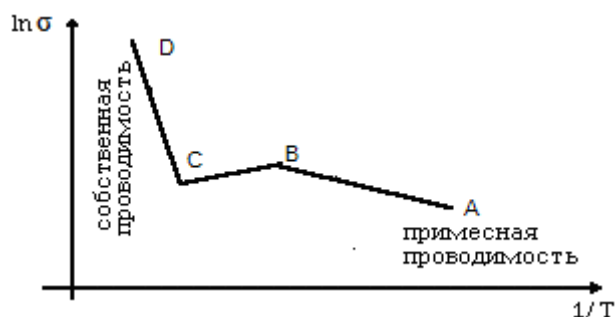

Рис. 4. Температурная зависимость проводимости примесного полупроводника от температуры.
Первое слагаемое отражает собственную проводимость полупроводника, второе – примесную с энергией активации проводимости $\Delta E_{\text{пр.}}$. Зависимость (11) представлена на рис. 4.